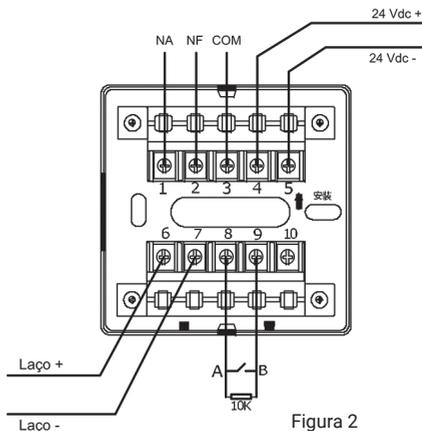

Figura 2
- Para monitorar o funcionamento de um dispositivo, conecte os terminais Normalmente Aberto e Comum do dispositivo aos terminais 8 e 9 do módulo de saída. Conecte o resistor de 10 kΩ entre os terminais 8 e 9, conforme a figura 2.